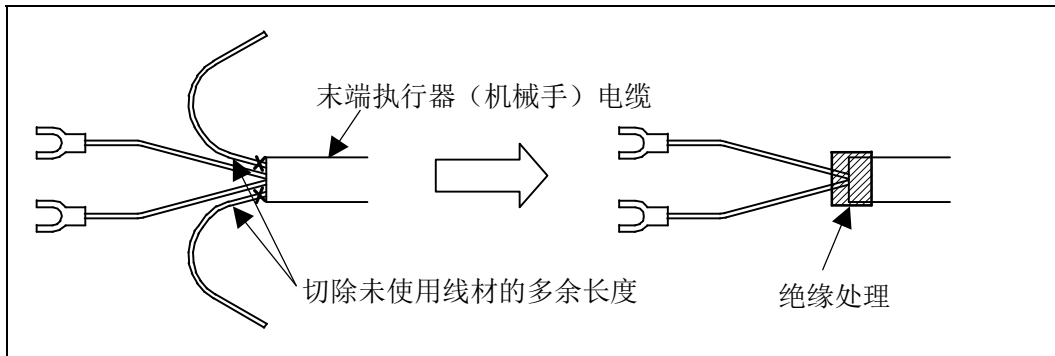

图 5 (a) 末端执行器（机械手）电缆的处理方法
- 请切除末端执行器（机械手）电缆的未使用线材的多余部分，并进行缠绕醋酸酯胶带等的绝缘处理。（见图 5）